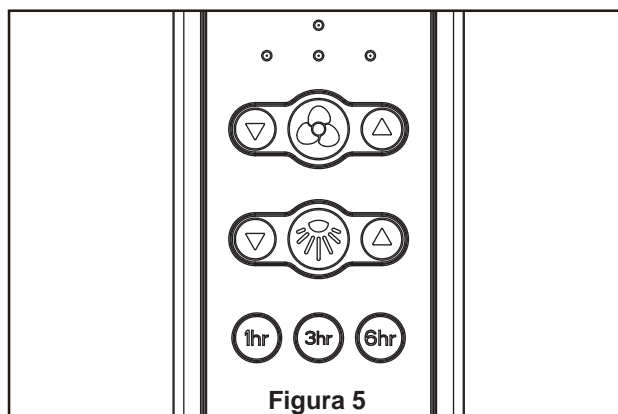

Figura 5
- 5.** Instale la unidad LED en la ensamble de la placa de iluminación mediante los dos chaveteros. Vuelva a colocar el los tornillos y apriete todos los tornillos. (Figura 5)
5. Funciones del control remoto: (Figura 5)